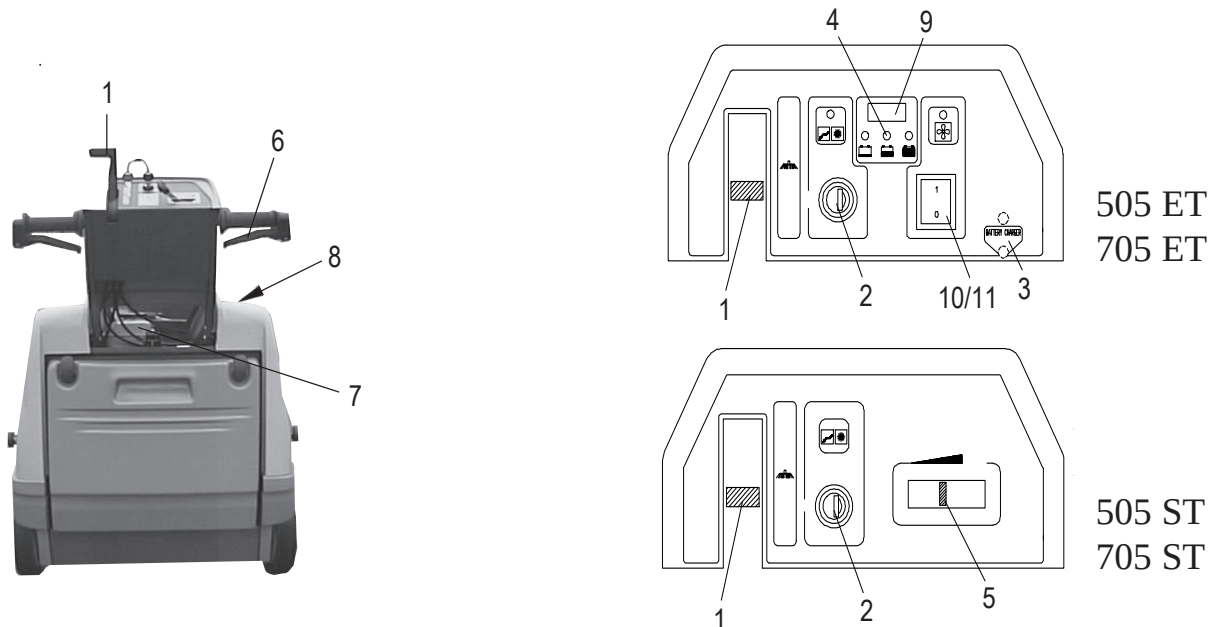

Abb. 3
- Den Hebel **1** **Abb. 3**, für den Bürstenhub auf **OFF** setzen.
Ölstand des Motors kontrollieren. Den Kraftstofftank mit **BLEIFREIEM** Benzin auftanken. Kontrollieren, daß der Schalter **9 Abb. 5**, auf dem Motor **OFF** steht damit der Anhalteschlüssel **2 Abb. 3**, auf dem Armaturenbrett, aktiviert werden kann. Für genauere Angaben, die den Motor betreffen, siehe Handbuch des Motors.
- Prüfen, daß die Seitenbürste **1 Abb. 3**, auf **OFF**-Position steht.
- Den schalter **2 Abb. 3**, auf **ON** stellen.
Den Schlüssel drehen und ca. 10" warten bis die Maschine gestartet ist. Anhand der Anzeige **4 Abb. 3**, kontrollieren, ob die Batterie geladen ist, bevor mit den Arbeiten begonnen wird. Ist dies nicht der Fall, Batterie aufladen.
- Dann der Schalthebel **6 Abb. 3**, betätigen und mit der Reinigung beginnen.
Falls notwendig, den Hebel **1 Abb. 3**, betätigen und auf **ON** stellen, um die Seitenbürste einzusetzen. Bei Arbeitsende den Hebel den Seitenbürste, falls diese benutzt wurde, wieder auf **OFF** setzen, die Maschine abschalten und die Schlüssel vom Steuerpult abziehen.
- Prüfen, daß die Seitenbürste **1 Abb. 3**, auf **OFF**- Position steht.
- Den Gashebel **5 Abb. 3**, auf **START** stellen.
- Setzen sie die schlüssel **2 Abb. 3** am **ON** stellung.
- Gashebel **5 Abb. 3**, betätigen und bei gewünschter Drezahl laufen lassen.
- Bei Arbeitsende den Hebel der Seitenbürste **1 Abb. 3** falls diese benutzt wurde, wieder auf **OFF** setzen. Den Gashebel auf **START** setzen und die Maschine mit dem Schlüsselschalter **2 Abb. 3** abstellen. Den Benzinhahn schließen **3 Abb. 4**.
- An die Steskdose **3 Abb. 3** ein Batterieladegerät **12V 10A** Anschließen.
Die Lebensdauer der Batterie hängt von den regelmäßig durchgeführten Wartungsarbeiten und von dem erreichten Entladungsstand ab. Die Batterie darf nicht soweit entladen werden, daß der von der Kontrolleuchte **4 Abb. 3**, angezeigte Stand unterschritten wird. Bei maximalem Entladungsniveau setzt die Maschine aus; diese muss dann geladen werden, um wieder funktionieren zu können.